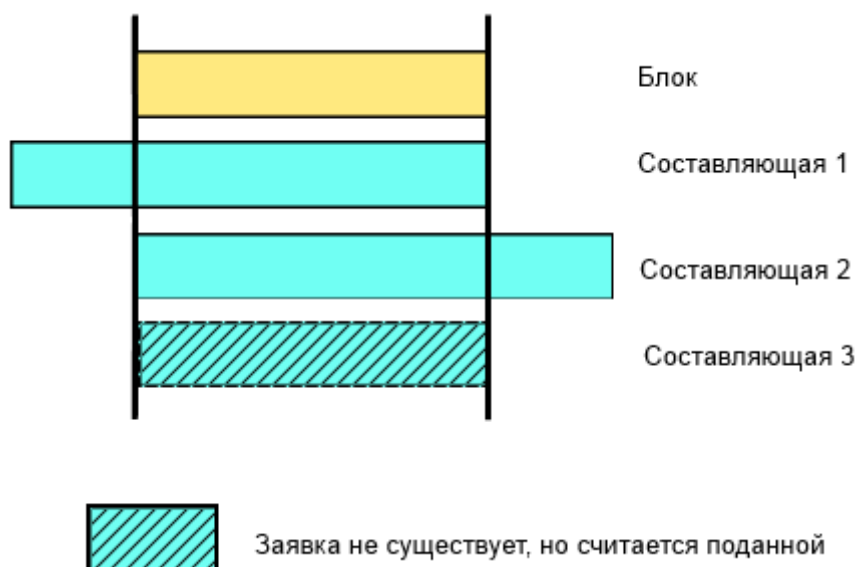

Рисунок 13.37 – Заявки на блок и все составляющие, сроки ремонта составляющих пересекаются со сроком ремонта блока
- производится анализ структуры блока, считаются поданными заявки на все составляющие блока в те же сроки, что и заявка на блок (Рисунок 13.37);